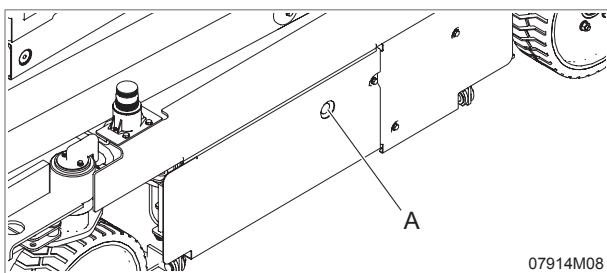

Abb. 7-1
- Tägliche Prüfungen des Ölmesstabs (Abb. 7-1, A) können eine Veränderung des Hydraulikölstands anzeigen, die auf Probleme im Hydrauliksystem hinweisen kann.